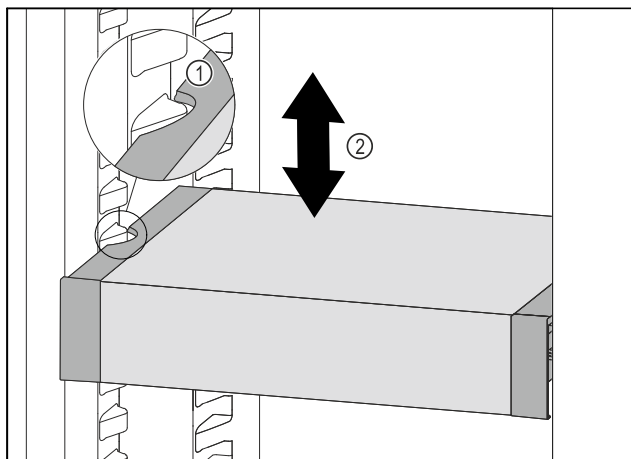

Fig. 165
- Tirer le VarioSafe vers l'avant jusqu'à ce que les encoches latérales du VarioSafe soient à la hauteur de la nervure du bac dans la partie réfrigérateur. Fig. 165 (1)
- Déplacer le VarioSafe vers le haut ou vers le bas dans la partie réfrigérateur jusqu'à ce que la hauteur souhaitée soit atteinte. Fig. 165 (2)